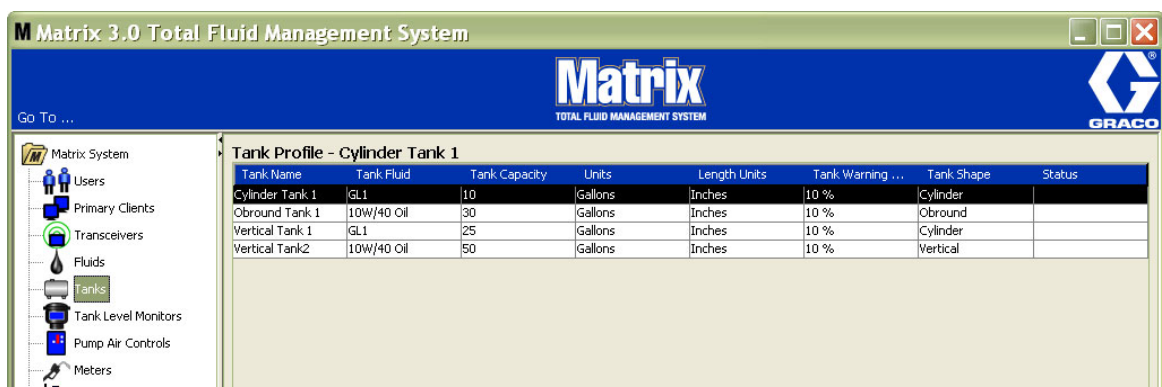

FIG. 103
1. Lorsque toutes les informations requises pour le profil du réservoir sont fournies, cliquez sur "OK" pour fermer la fenêtre et enregistrer les modifications. Le réservoir est ajouté à la liste comme illustré dans la FIG. 103.
2. Pour modifier un profil de réservoir (FIG. 103), sélectionnez l'entrée listée dans l'écran principal "Tanks" (Réservoirs) comme illustré dans la FIG. 103.